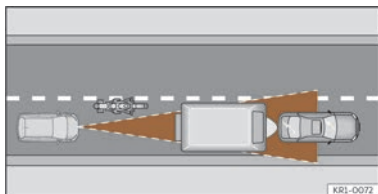

Fig. 121 Motociclista che circola anteriormente fuori dal raggio d'azione del sensore radar.
- Veicoli che circolano disallineati o al di fuori del raggio di rilevamento del sensore, ad esempio motocicli >>> **fig. 121**.